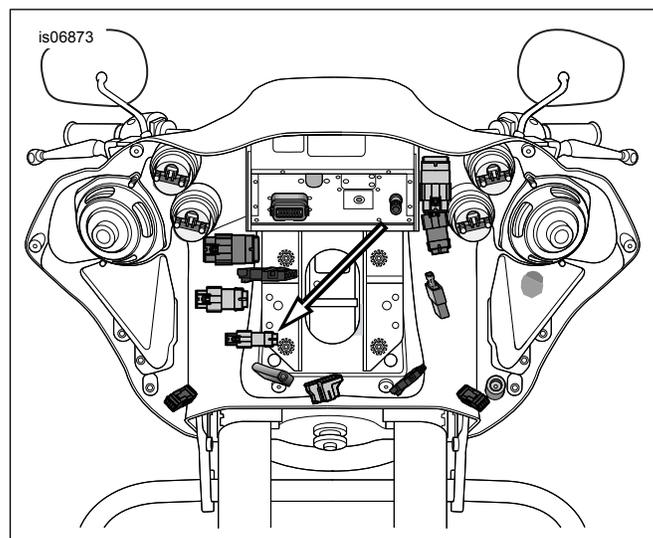

Figure 6. Connecteur de faisceau de connexion volante du capteur de poignée de commande des gaz (modèles FLTR)
5. Voir Figure 6 . Brancher le côté connecteur de TGS de la poignée droite sur le côté connecteur du faisceau.